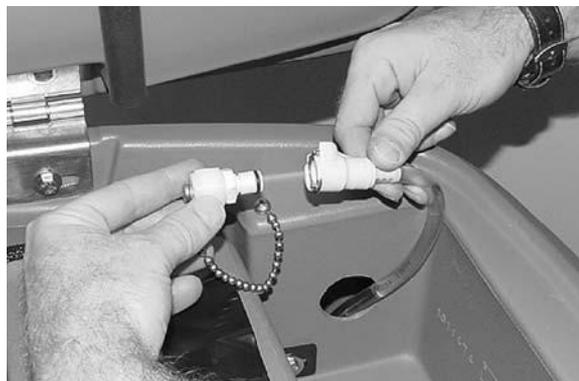

ABB. 11
3. Wenn der Schlauch nicht verwendet wird, schließen Sie diesen an den Lageranschluss an (Abbildung 11). Damit wird verhindert, dass das FaST-PAK-System austrocknet und der Schlauch verstopft wird.